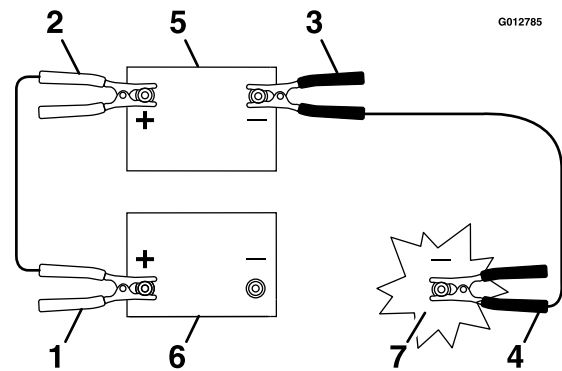

Figura 79
3. Ligue o cabo positivo (+) ao terminal positivo (+) da bateria descarregada que está ligada ao arrancador ou solenóide como se mostra na Figura 79.